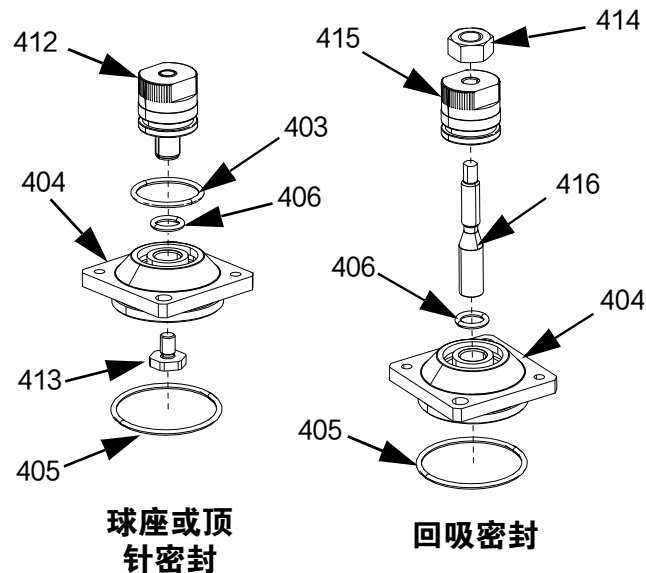
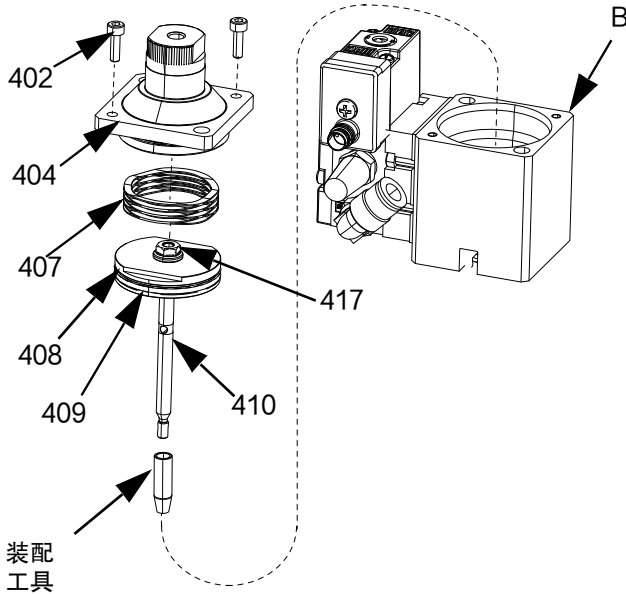

图 21
图 22
1. 要将气缸盖 (404) 组装在带球座或顶部密封组件的阀上：
- a. 将 O 形圈 (403) 安装在旋钮组件 (412) 上。将 O 形圈 (406) 放在气缸盖 (404) 中。参见图 21。
- b. 给旋钮组件 (412) 上的 O 形圈 (403) 涂上润滑脂、然后将其拧入气缸盖 (404) 中。参见图 21。
- c. 将提供的蓝色厌氧胶涂在调节器止动螺纹 (413) 上、然后拧入旋钮组件 (412)。用 8-10 英寸 - 磅 (0.90 - 1.2 牛·米) 的扭力拧紧。参见图 21。
2. 要将气缸盖 (404) 组装在带回吸胶嘴组件的阀上：
- a. 将 O 形圈 (406) 安装到气缸盖 (404) 中。将杆适配器 (416) 插入气缸盖 (404)。参见图 21。
- b. 将 O 形圈 (405) 安装到气缸盖 (404) 中。参见图 21。
- c. 将旋钮组件 (415) 和防松螺母 (414) 拧到杆适配器 (416) 上。参见图 21。
3. 要将空气部分 (B) 组装在带球座或顶针密封组件的阀上：
- a. 如果有刮划或磨损、请更换活塞 O 形圈 (408)。参见图 22。
- b. 用装配工具安装活塞杆 (410) 的胶嘴、然后将其插入空气部分 (B) 中。参见图 22。
- d. 将弹簧 (407) 放在活塞 (409) 的顶部。参见图 22。装回气缸盖 (404) 并插入螺丝 (402)。下压气缸盖 (404) 以压缩弹簧 (407)。用 8-10 英寸 - 磅 (0.90-1.12 牛·米) 的扭力拧紧。